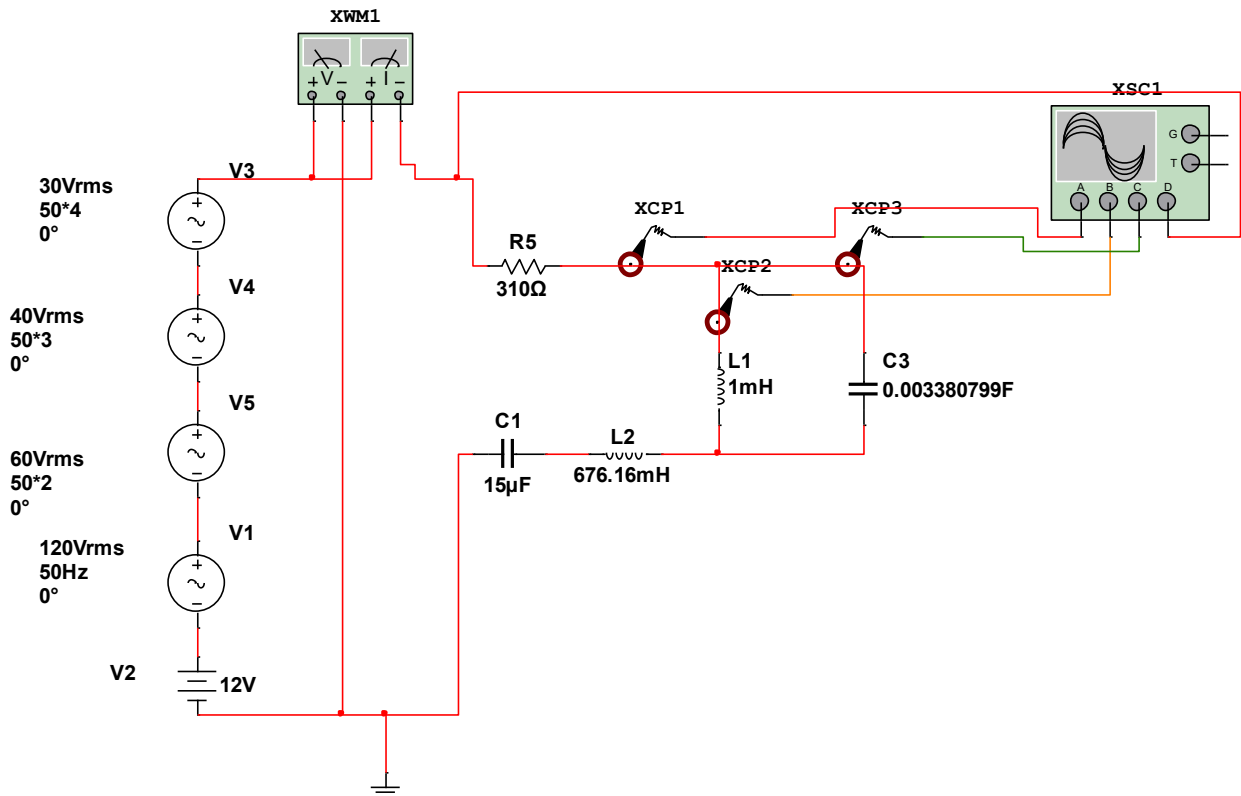

Рисунок 9.1 – Схема однофазного несинусоїдального струму
- джерело несинусоїдальної напруги, рис.9.1